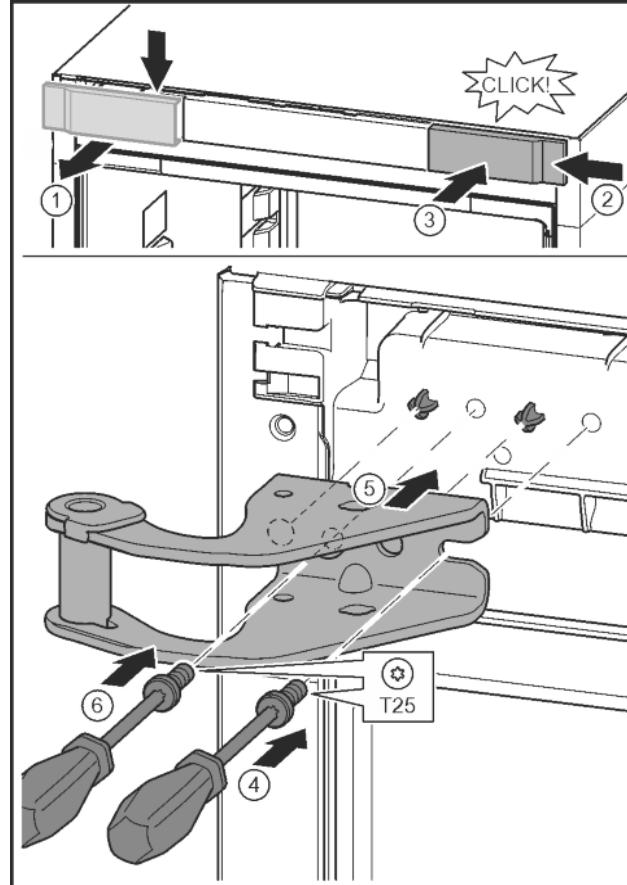

Fig. 10
- Отпустить крышку и снять сбоку. Fig. 10 (1)
- Навесить крышку, повернув ее на 180°, справа с другой стороны. Fig. 10 (2)
- Крышку зафиксировать. Fig. 10 (3)
- Установить винт отверткой T25. Fig. 10 (4)
- Установить верхний опорный кронштейн. Fig. 10 (5)
- Затянуть винт. Fig. 10 (4)
- Вставить и затянуть винт отверткой T25. Fig. 10 (6)